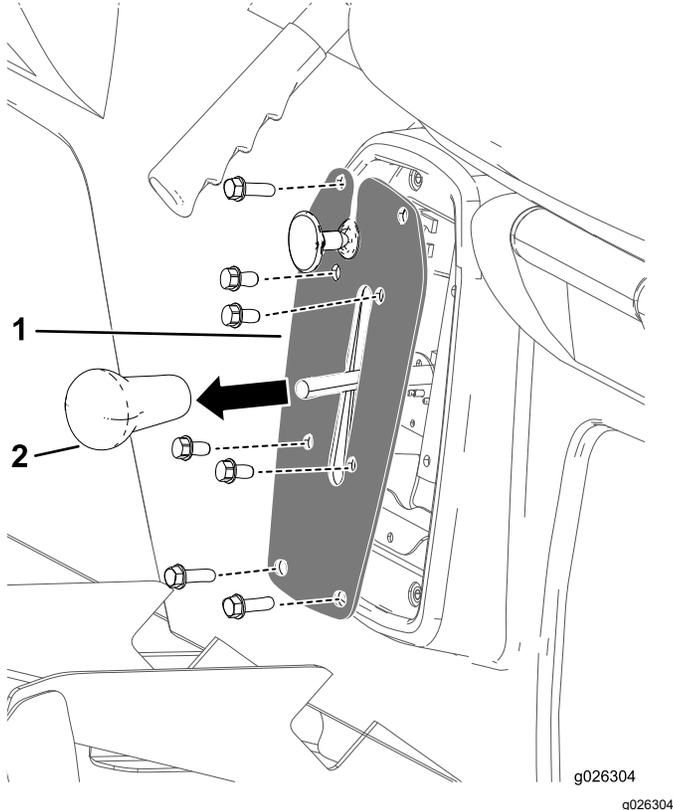

图 45
1. 卸下变速杆上的旋钮图 45。
2. 卸下将变速板固定至变速杆支架上的 4 个螺栓图 45。
3. 卸下将变速板固定至座椅底座的 4 个螺栓然后取下变速板图 45。
- 将旋钮螺到变速杆上并用手拧紧图 45。